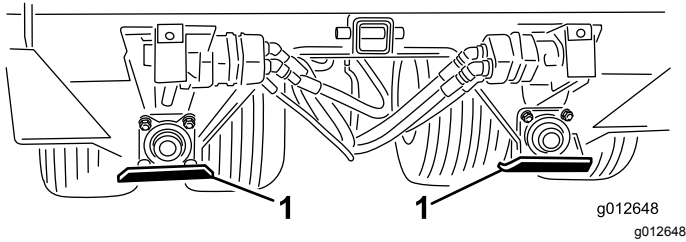

Figure 8
1. Positionnez le patin comme montré à la Figure 8.